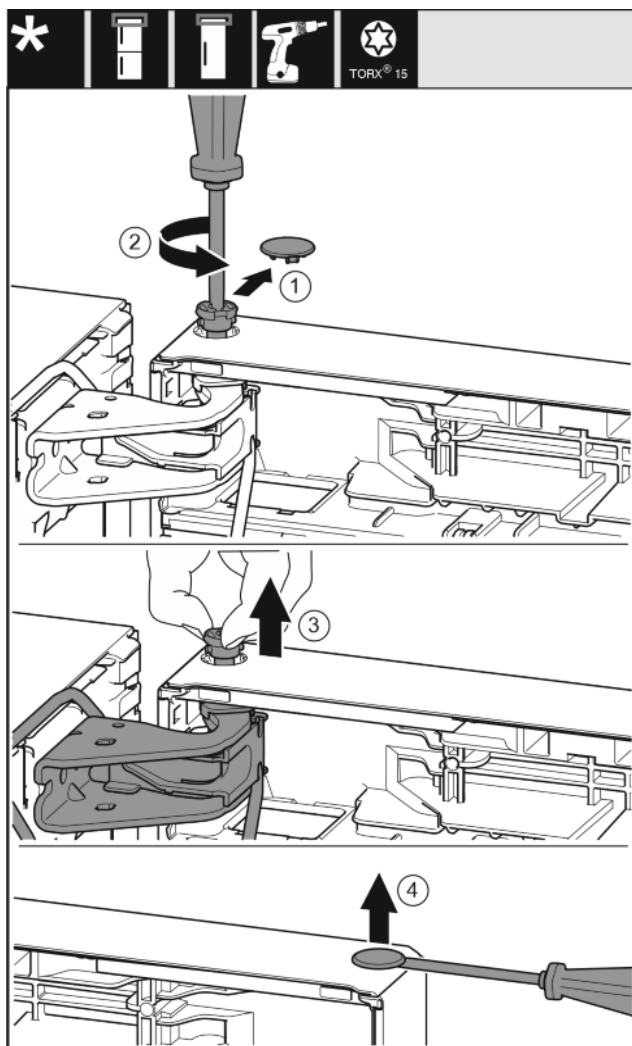

Fig. 10
- ▶ Sicherheitsabdeckung vorsichtig abziehen. Fig. 10 (1)
- ▶ Bolzen mit Schraubendreher T15 ein Stück herausdrehen. Fig. 10 (2)
- ▶ Tür festhalten und Bolzen mit den Fingern herausziehen. Fig. 10 (3)
- ▶ Stopfen aus der Türlagerbuchse vorsichtig mit einem Schlitzschraubendreher anheben und herausziehen. Fig. 10 (4)